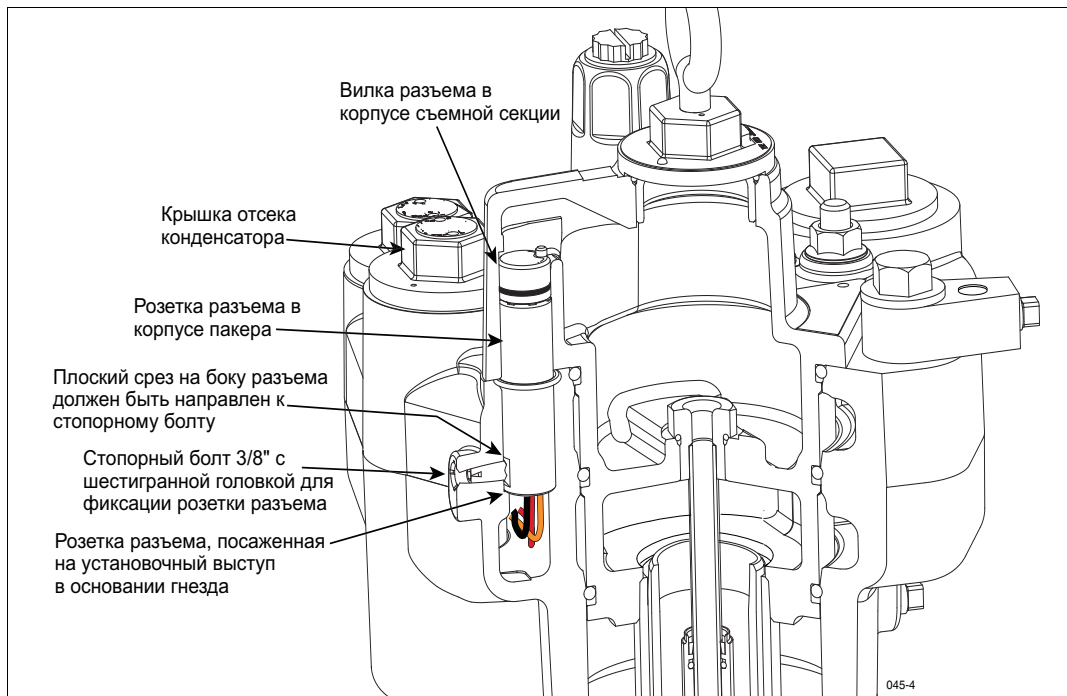

Рис. 37. Местоположение стопорного болта розетки разъема
21. Отверните и снимите крышку отсека конденсатора (см. рис. 37). Снимите с крышки и утилизируйте уплотнительное кольцо, крышку отложите в сторону. В отсеке осмотрите три герметизированных проводных соединения. Запишите, с каким из кабелей питания соединяется каждый из кабелей от розетки разъема. Отрежьте входящие кабели питания от кабелей розетки разъема и выбросьте разъемы.
22. Шестигранным ключом на 3/16" поверните стопорный болт, удерживающий на месте розетку разъема, приблизительно на 1-1/2 оборота против часовой стрелки, и извлеките разъем (см. рис. 37).